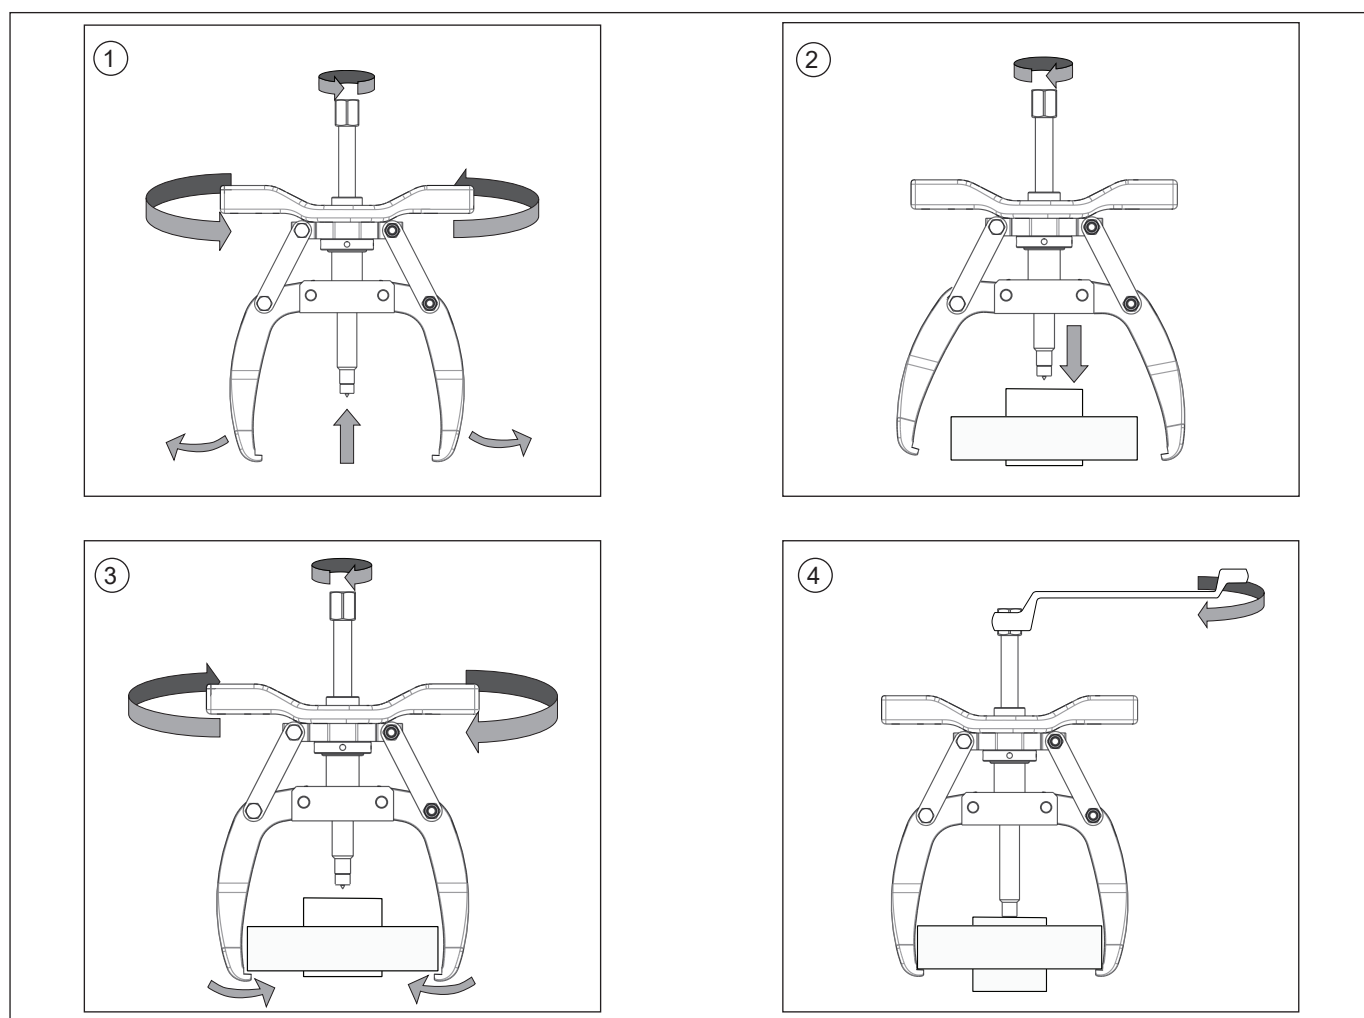

Figura 3, Pași de instalare a extractorului
1. Rotiți axul pentru a regla înălțimea acestuia în sus sau în jos. Rotiți mânerul pentru a crește sau a reduce deschiderea brațelor. Deschideți brațele și retrageți axul suficient pentru a-l poziționa peste piesa de lucru. Consultați Figura 3, imaginile 1 - 4, în timpul pașilor următori.